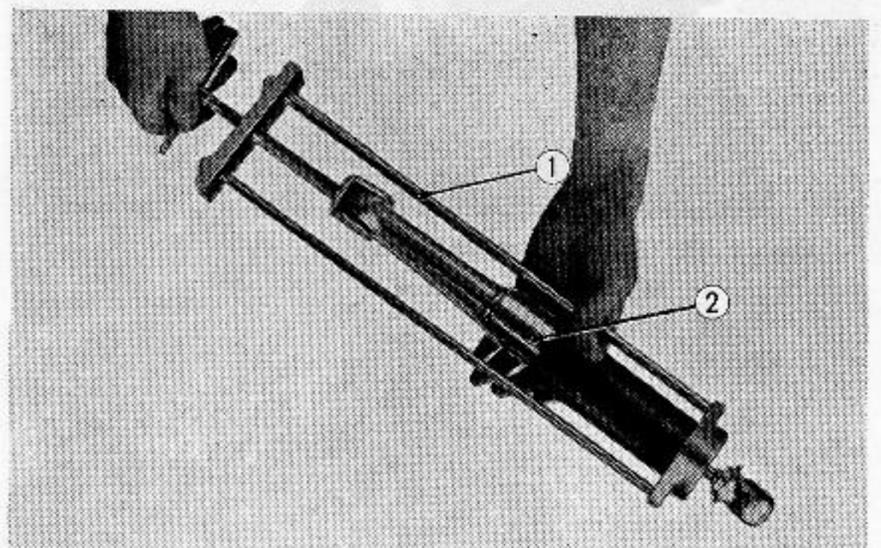

Abb. 4.20 Hinterradstoßdämpfer auseinanderbauen
- (1) Der Hinterradstoßdämpfer kann durch Lösen der beiden oberen und unteren Muttern ausgebaut werden.
- (2) Mit Hilfe des Spannwerkzeugs kann der Hinterradstoßdämpfer auseinandergebaut werden. (Abb. 4.20)